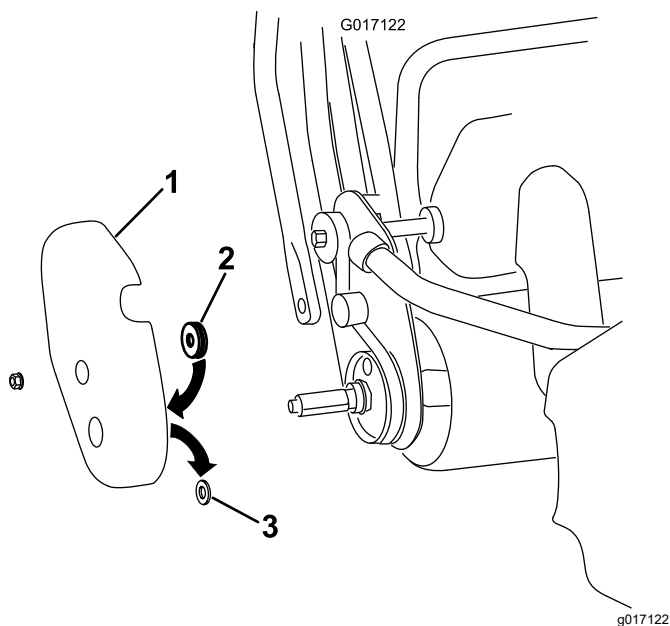

图 9
A. 从机器上拆下右侧轮鼓盖图 9。
- B. 从轮鼓盖上的轮轴孔卸下并丢弃橡胶垫 (图 9)。
- C. 将毛毡封粘贴到轮鼓盖的里面、放置在轮轴孔周边 (图 9)。